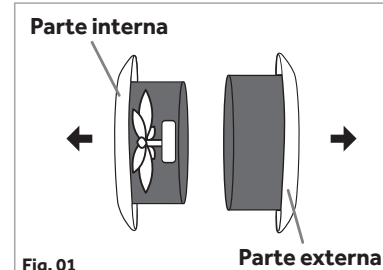

Fig. 01
1. Separe as partes do exaustor puxando-as em direções contrárias. Fig. 01;